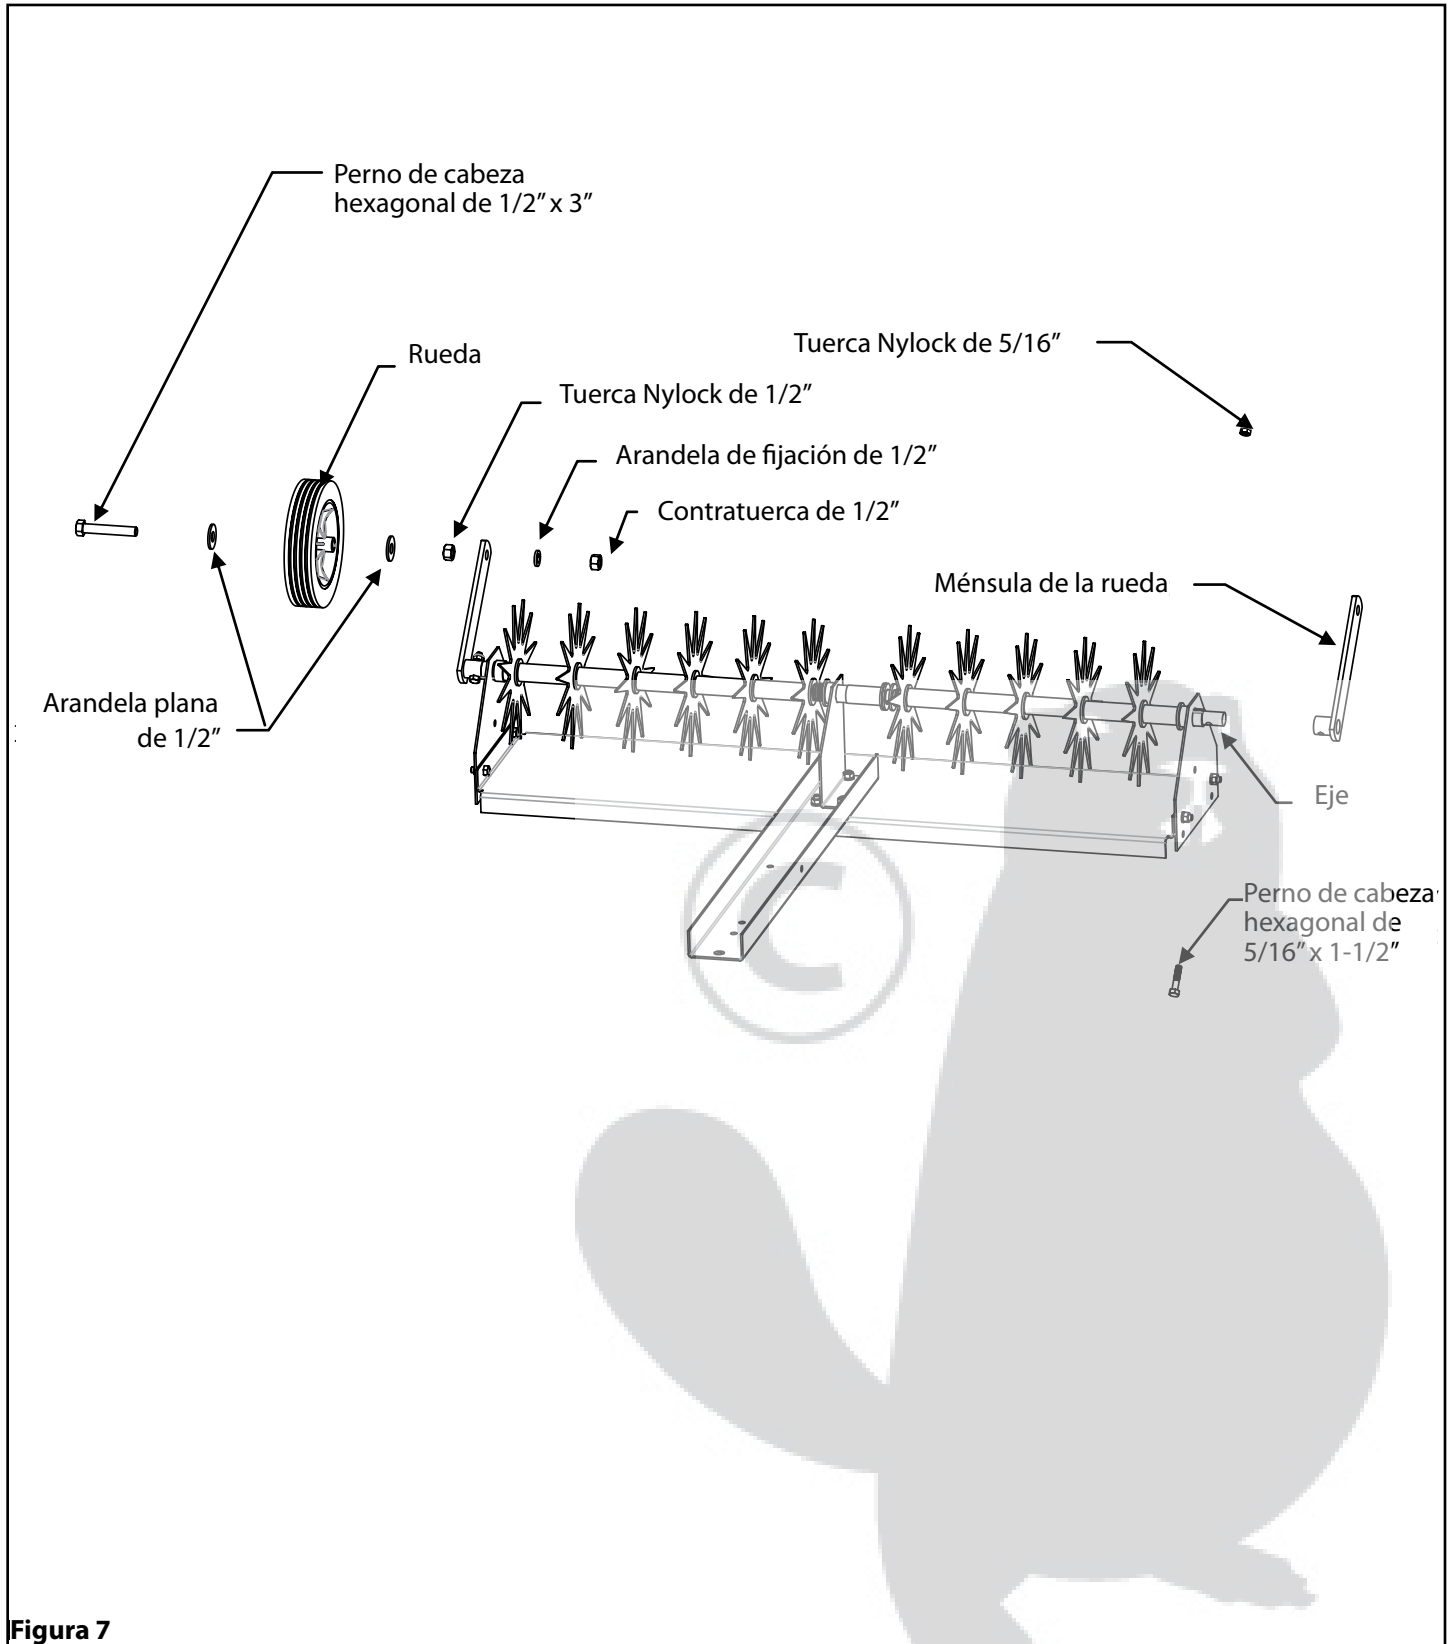

Figura 7
7. Alinee el orificio de la ménsula de la rueda con el orificio del eje. Inserte un perno de cabeza hexagonal de 5/16" x 1-1/2" dentro del orificio de la ménsula de la rueda y del eje. Asegúrelo con una tuerca Nylock de 5/16". Repita este proceso en el otro lado. Coloque una arandela plana de 1/2" sobre un perno de cabeza hexagonal de 1/2" x 3" seguido de una rueda y a continuación de otra arandela plana de 1/2". Asegúrelo con una tuerca Nylock de 1/2" (no apriete demasiado o la rueda no girará). Inserte este conjunto en el orificio de la ménsula de la rueda y a continuación coloque una arandela de fijación de 1/2" sobre el perno y asegúrela con una contratuerca de 1/2". Repita el proceso en el otro lado. Ver Figura 7.